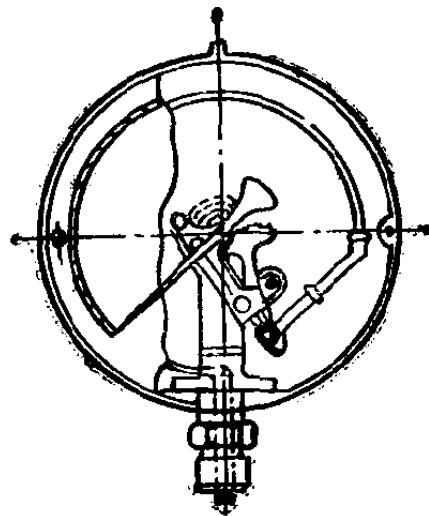

图1-6 管弹簧式压力计
2. 管弹簧压力计(见图1-6) 这种压力计是弹簧式压力计的一种，也是水暖方面广为采用的一种，俗称压力表。表内有一根截面呈扁圆形的金属管(弹簧管)，弹簧管一端固定在插座上，与外部接头相通；另一端密封，并与连杆、扇形齿轮等连接，可以自由移动。当弹簧管受测量的压力作用时，弹簧管即变形，带动指针旋转，可测量出压力的大小。这种压力计坚固，对振动不敏感，安装时不需保持严格的水平。但用它测量蒸汽时，在压力计前应加装虹吸管(U形或